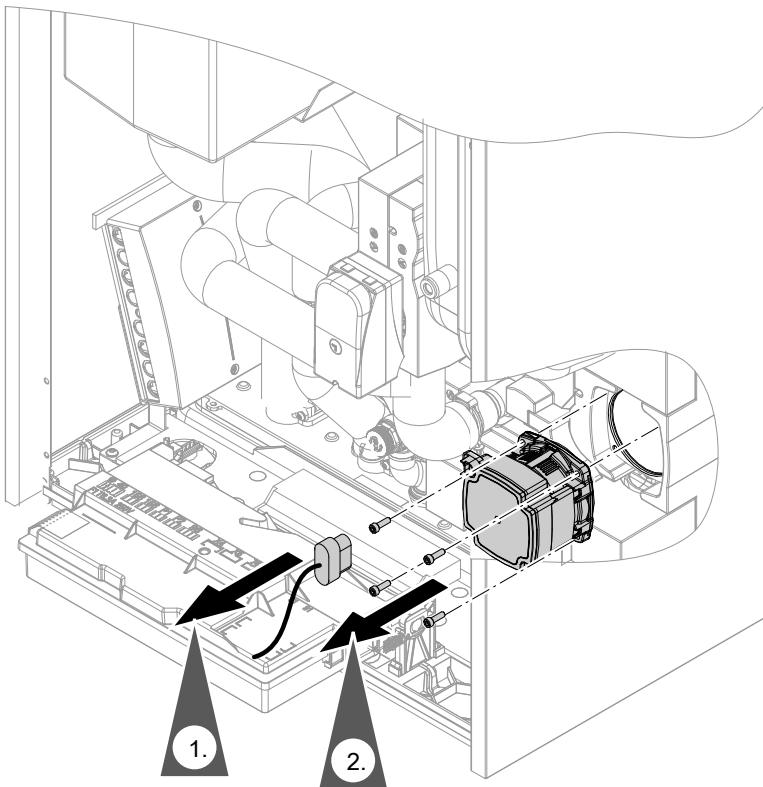

Abb. 96
- Anschluss-Stecker Umwälzpumpe: Siehe Abb. 96.